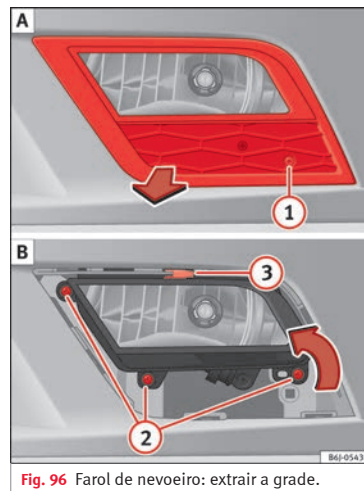
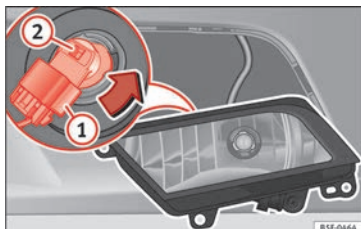

Fig. 96 Farol de nevoeiro: extrair a grade.
Fig. 97 Farol de nevoeiro: desmontar o porta-lâmpadas.
- Retire o parafuso » **Fig. 96 ①** da grelha do farol de nevoeiro utilizando uma chave de parafusos.
- Retire os 3 parafusos **②**.
- Retire o grampo metálico que se encontra na parte superior do farol de nevoeiro, puxando para fora do veículo **③** e retire o farol de nevoeiro.
- Retirar o conector » **Fig. 97 ①** da lâmpada.
- Rode o porta-lâmpadas » **Fig. 97 ②** para a esquerda e puxe.